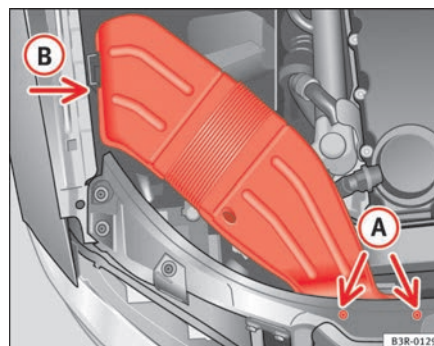

Fig. 210 Convogliatore dell'aria sul lato destro della vettura
- Svitare le viti **A** ⇒ fig. 210.